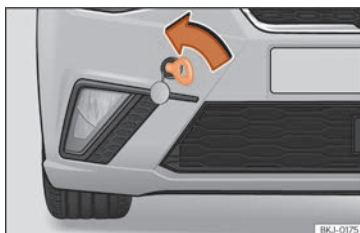

Fig. 46 Pare-chocs avant droit : œillet de remorquage vissé.
- Vissez l'œillet de remorquage dans le logement en le faisant tourner au maximum **dans le sens inverse des aiguilles d'une montre** »» **fig. 46** »» ⚠. Utilisez un objet approprié pour visser fermement et entièrement l'œillet de remorquage dans son logement.